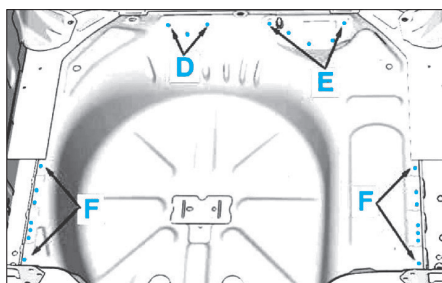

FIG. 62
- Dépointer le plancher en D, E et F (Fig.62).